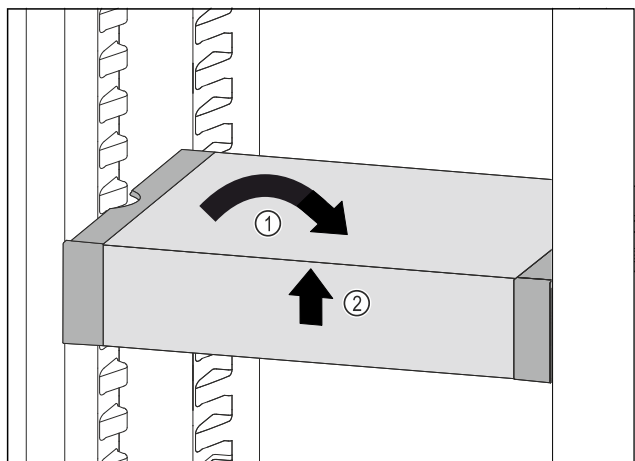

Fig. 100
- ▶ Ispravite VarioSafe. Fig. 100 (1)
- ▶ Podignite sprijeda VarioSafe. Fig. 100 (2)